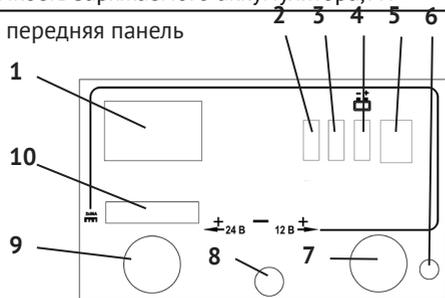

рис. 1
Общий вид зарядного устройства представлен на рис. 1:
7.4 При отключённой вилке сетевого кабеля подсоедините кабель к соответствующим клеммам (+12 В или +24 В) поз. 7;9 (рис. 1) в зависимости от номинального напряжения аккумулятора. Затем необходимо выставить режим заряда аккумуляторной батареи клавишами 2; 3 (рис. 1).
Клавиша 2 (рис.1) предназначена для установки зарядного тока: положение 1 - меньше, положение 2 - больше.
Клавиша 3 (рис.1) - режим зарядки: оптимальный и ускоренный.
9.1 При отключённой вилке сетевого кабеля установите переключатель 4 (рис. 1) в положение ЗАПУСК. Затем подсоедините, соблюдая полярность, соединительные провода устройства к клеммам аккумуляторной батареи. Помните, несоблюдение полярности при подсоединении проводов может привести к выходу устройства из строя.
9.3 Ключом зажигания включите стартер. Если двигатель не запускается в течение 5-6 секунд, выключите устройство выключателем сети 5 (рис. 1), выдержите паузу 15 - 20 секунд, после чего производите повторный запуск.
9.4 Если после 5 включений двигатель не запустился, то во избежание перегрева стартера и устройства, выдержите паузу не менее 5 минут. За это время выключите устройство выключателем сети 5 (рис. 1) и проверьте надёжность контакта между соединительными проводами и клеммами аккумуляторной батареи.
- выключить устройство выключателем сети 5 (рис. 1);